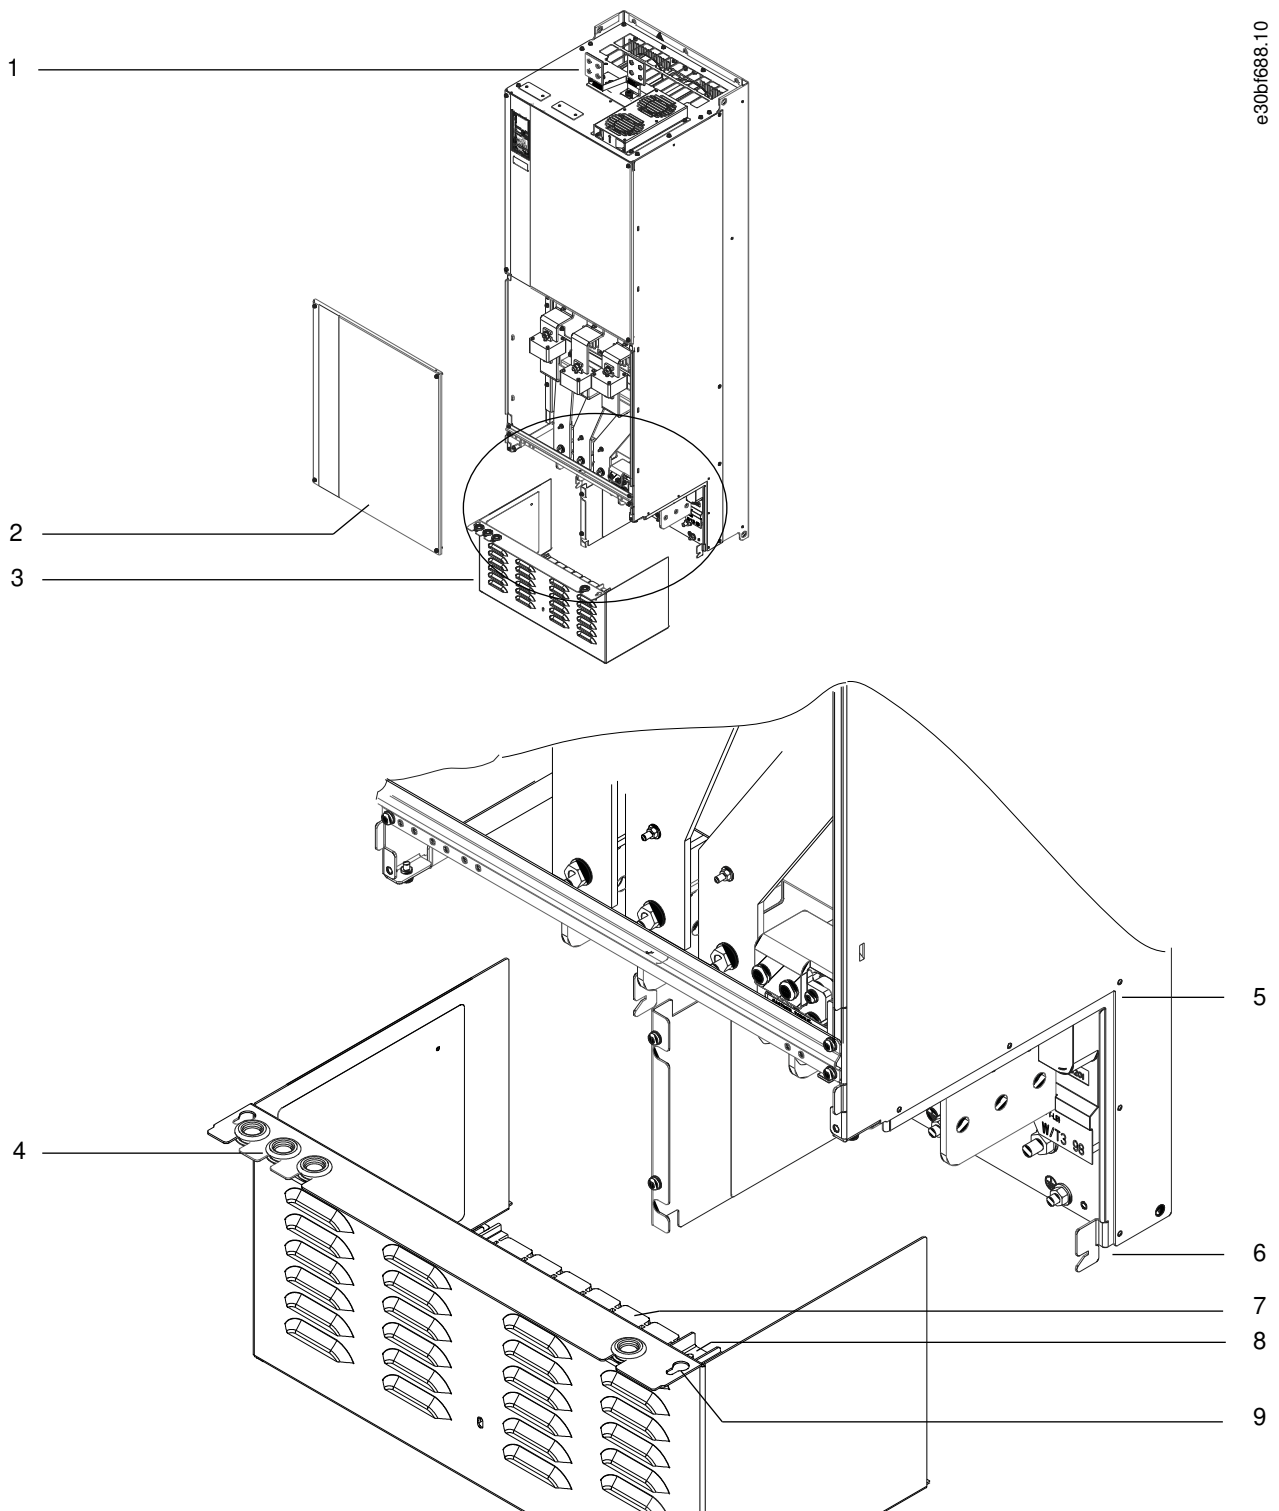

Рисунок 15: Сборка пластины для ввода кабелей и клеммной крышки
1. Снимите нижнюю панель и клеммную крышку. См. Рисунок 15.
4. Вдвиньте пластиковую пластину для ввода кабелей (7) в нижние направляющие на клеммной крышке.
5. Наклоняйте переднюю сторону клеммной крышки вниз, пока точки крепления (8) не лягут на кронштейны с прорезями преобразователя частоты (6).
6. Убедитесь, что боковые панели клеммной крышки находятся снаружи рельсовой направляющей (5).
8. Наклоняйте переднюю сторону клеммной крышки вверх, пока отверстие фиксатора в нижней части преобразователя частоты не совпадет с отверстием в форме замочной скважины (9) на блоке клемм. Закрутите два винта T25 с усилием затяжки 2,3 Н·м (20 дюйм-фунтов).